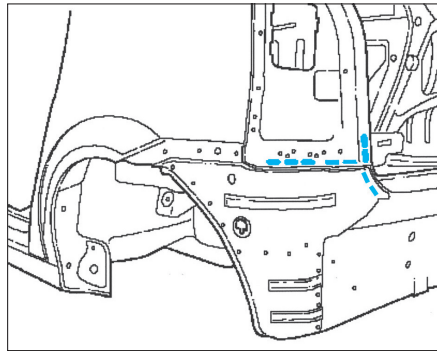

FIG. 69
- Préparer la bride de carrosserie sur la carrosserie (7 trous) et sur la pièce neuve (2 trous) (trous oblongs : 8 x 20 mm) (Fig. 69).